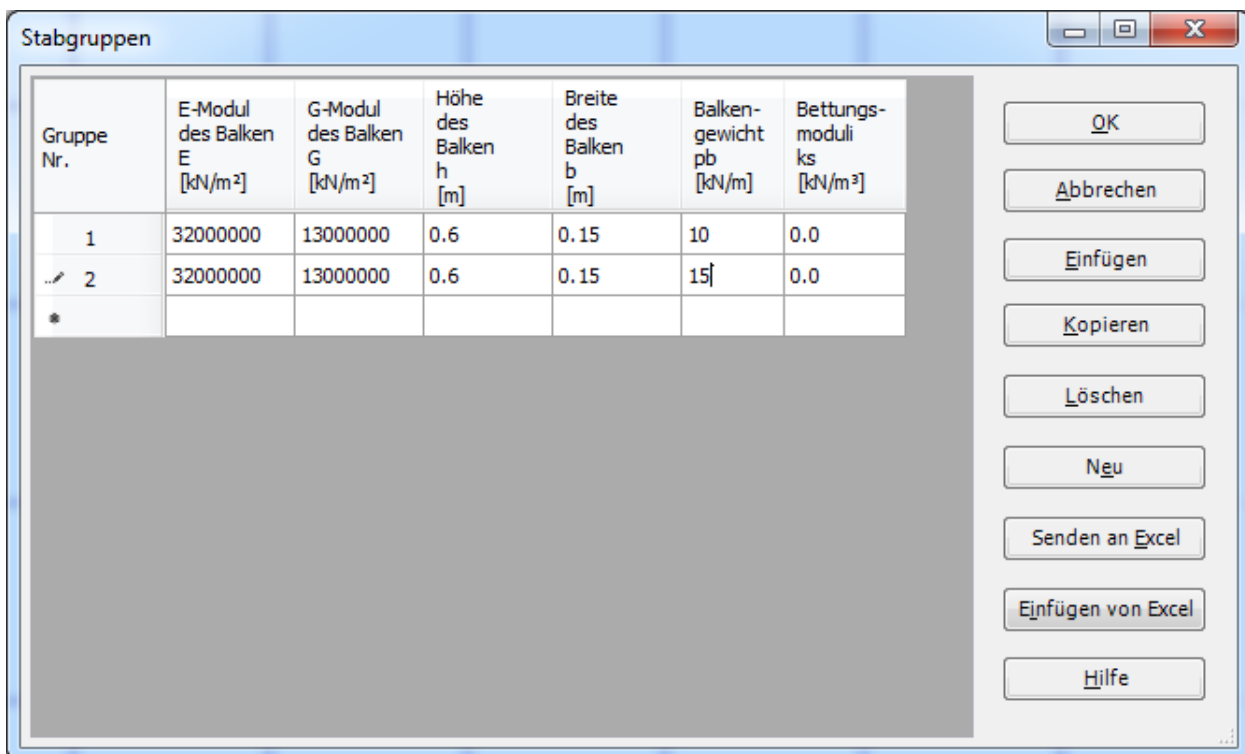

Bild 4.13 Listenfeld "Beschreibung der Stabgruppen"
Danach erscheint das folgende Listenfeld im Bild 4.13. In diesem Listenfeld
- Geben Sie die Materialeigenschaften des Trägers, Querschnittabmessungen und das Trägergewicht ein, wie im Bild 4.13 gezeigt. Dies geschieht durch Eingabe des Wertes in der entsprechenden Zelle und Drücken der "Eingabe"-Taste. Zur Vereinfachung werden die Linienlasten, die das Eigengewicht des Trägers einschließen, in die Zelle "Balkengewicht" eingegeben. Hier werden zwei Gruppen von Trägern definiert, die erste Gruppe für die Träger mit einer Linienlast von 10 [kN/m], die zweite Gruppe für Träger mit einer Linienlast von 15 [kN/m]